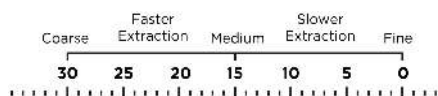
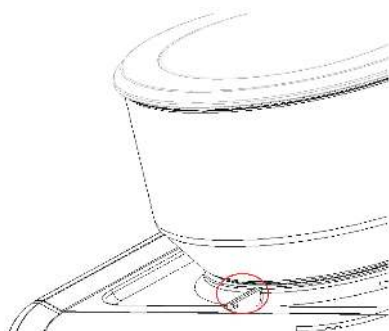

Fig. 3:
Fig. 4:
2. Le réservoir à grains a des marquages indiquant la grossièreté du café (voir Fig. 3). Pour ajuster le paramètre de broyage, assurez-vous que le paramètre souhaité sur le réservoir à grains est aligné avec le marquage sur le couvercle supérieur (comme montré dans la Fig. 4).